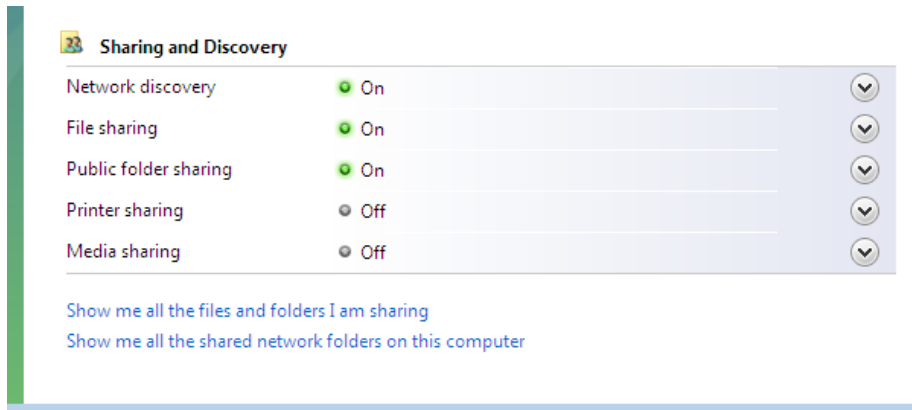

Figura 4-29: Ventana Sharing and Discovery (Compartir y detectar)
En Windows Vista/7, antes de comenzar usted tiene que verificar que las configuraciones que se muestran en la Figura 4-29 estén seleccionadas, para permitirle configurar las carpetas en modo compartir.
2. En el área Sharing and Discovery (Compartir y detectar), asegúrese de que las primeras tres opciones estén seleccionadas, como se muestra en la Figura 4-29.